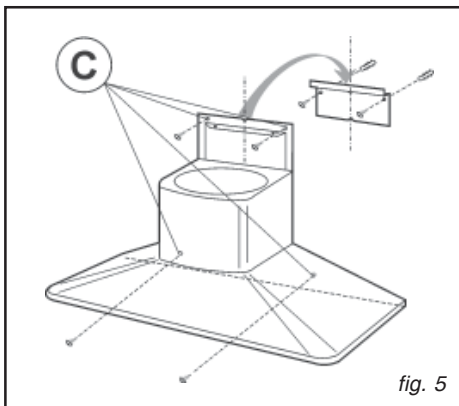
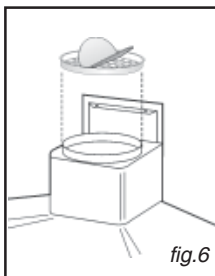
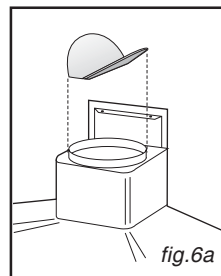

fig. 5
fig.6
fig.6a
- Puis accrochez la hotte sur le support (fig. 5). Régler la position horizontale en déplaçant la hotte à droite ou à gauche selon les exigences de l'alignement avec les meubles suspendus.
- Après le réglage, sans enlever la hotte sur le mur les autres 4 trous à percer (C); décrocher la hotte et percer les trous tracés (diamètre 8mm); ensuite utiliser les 4 chevilles et les 4 vis fournies pour la fixation définitive.
- Monter le clapet anti-retour sur la sortie d'air de l'appareil en exerçant une légère pression (fig. 6/ fig.6A). Dans le cas d'une installation en évacuation extérieure, l'installation du clapet anti-retour empêche l'entrée du vent et le retour d'air.